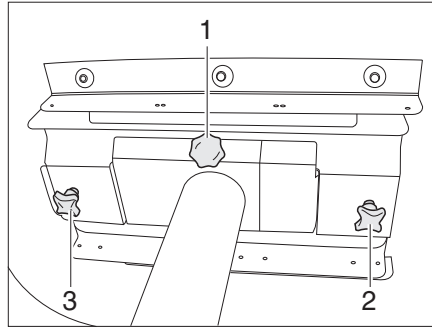

Fig. 88 Table fixe (vue de dessous)
- Dévisser les vis de fixation (Fig. 88,2 et 3).
- Dévisser la vis de fixation (Fig. 88,1).
- Desserrer les vis moletées (Fig. 88,2 et 3).